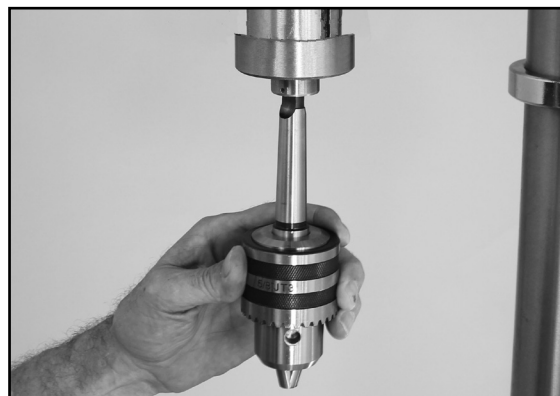

Figura 8
1. Inserte el extremo corto con cono ahusado JT3 del árbol cuidadosamente en el orificio ahusado trasero del mandril. (Figura 8).